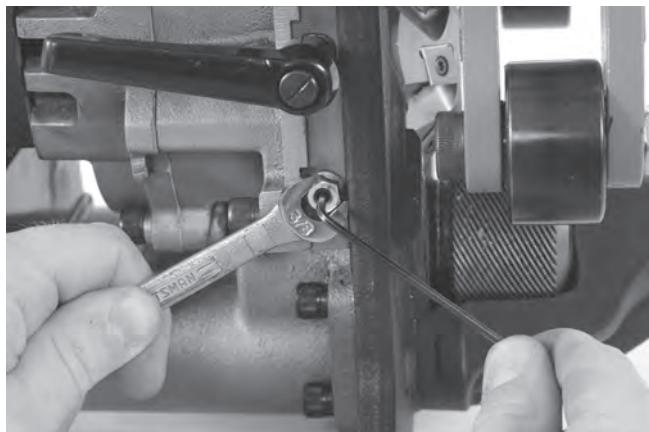

Рис. 27 – Регулировка прижимной пластины
- Удерживая установочные винты на месте с помощью шестигранного ключа, затяните контргайки (Рис. 27).